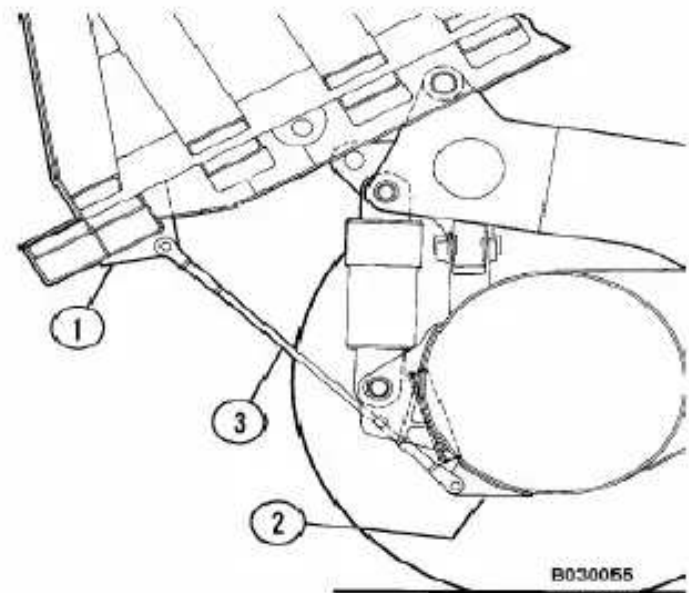

FIGURA 20-1. MONTAJE DE LA ESLINGA DE RETENCION DE LA TOLVA
2. Instale dos horquillas y la eslinga de retención de la tolva (3, Figura 20-1) entre la oreja trasera de la tolva (1) y la oreja de la caja del eje (2).